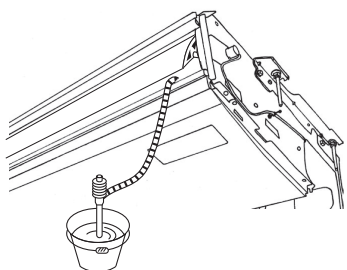

Fig. 5-3
1. Relier la douille ⑤ fournie avec l'appareil à l'orifice d'évacuation de l'appareil avec un adhésif de chlorure de vinyle.
2. Attacher la gaine ⑥ (fournie avec l'appareil) au tuyau d'évacuation ⑤.
3. Relier le tuyau d'évacuation (VP-20) à la douille ⑤ avec un adhésif de chlorure de vinyle.
4. Envelopper la gaine ⑦ (fournie avec l'appareil) autour du tuyau d'évacuation. (Bandage de soudure)
- Ⓒ Gaine de la douille ⑤
- Ⓓ Douille ⑤
- Ⓔ Gaine de la tuyauterie d'évacuation ⑦
5. Vérifier que le système d'évacuation est correct. (Fig. 5-3)